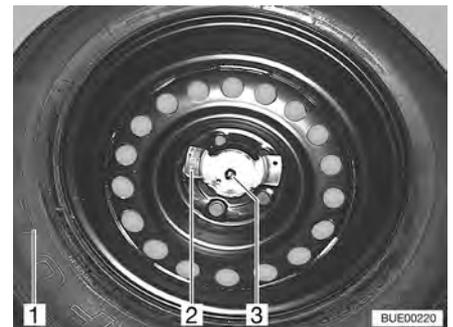

Fig. 222 Fijación de la rueda de repuesto
- Desenroscar las dos tuercas (Fig. 222,2 y 3).
- Sacar la rueda de repuesto (Fig. 222,1) del portador de la rueda de repuesto.